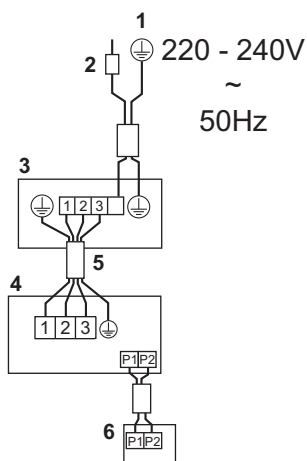

Bild 31
- **Partyp:** 1 fjärrkontroll styr 1 inomhusaggregat (standardsystem). **(Se bild 31)**